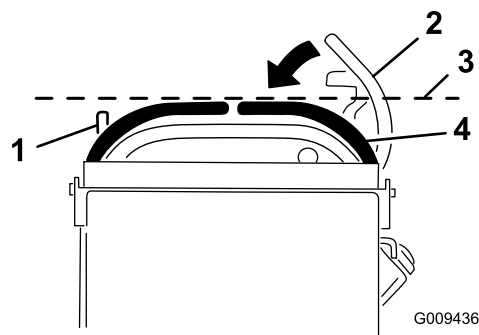

Figura 66
3. Empuje la palanca de control de movimiento de la derecha hacia abajo, sacándola de la posición de bloqueo/punto muerto (Figura 66).
4. Compruebe su alineación horizontal con la palanca de control de movimiento izquierda (Figura 66).